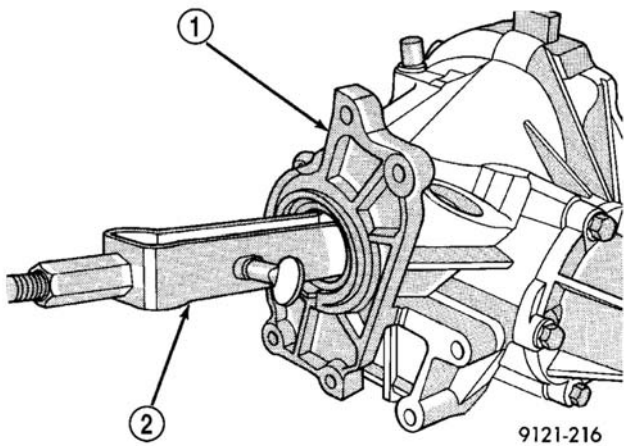

图 46 拆卸油封
- (5) 使用专用工具 No. 7794-A（油封拉拔器）取下油封（图 46）。